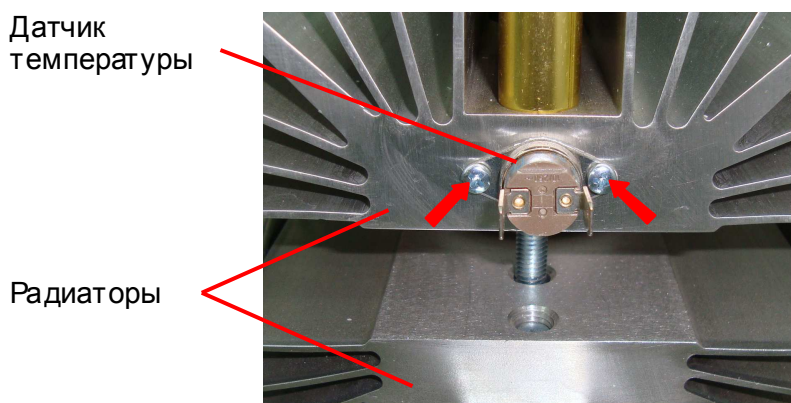

Рис. 7.13
7.4.3. Установить датчик температуры на радиатор (рис. 7.13) и слегка притереть его. Вкрутить два винта (рис. 7.13, красные стрелки).